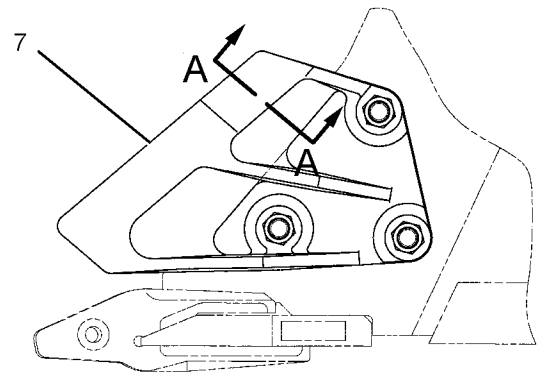

Ilustración 400
**Sección A-A de la Ilustración 400**
- (8) Orejeta
(9) Saliente de corte en la orejeta
(10) Plancha lateral del cucharón
(11) 0,0 mm (0,0 pulg)